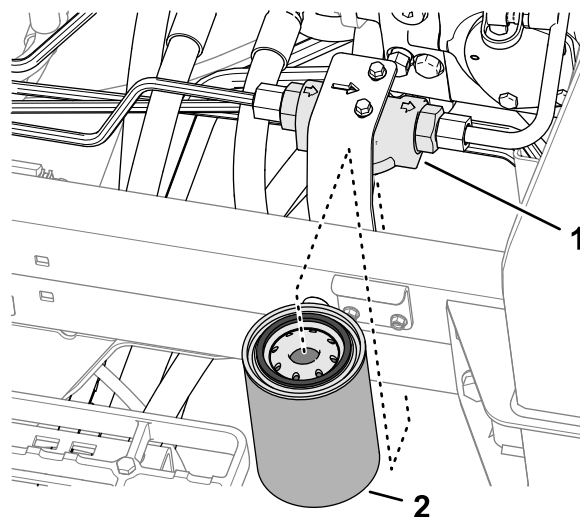

Figura 146
3. În partea stângă a mâinii, așezați o tavă de golire sub filtrul de încărcare (Figura 146).